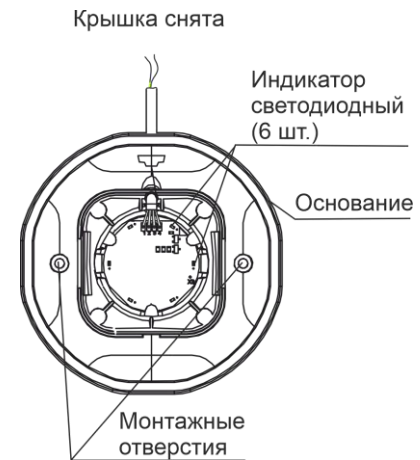

Рисунок 2
Оповещатель состоит из основания, печатной платы с радиоэлементами и крышки (рисунок 2). Конструкция оповещателя обеспечивает возможность крепления его на стене помещения.
- а)** используя монтажные отверстия на основании оповещателя (см. рисунок 2), закрепить оповещатель на несущей поверхности винтами;